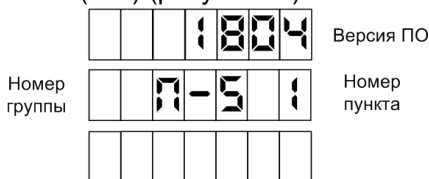

Рисунок 21
Пункт 1 (версия ПО) – после входа в пункт на табло в верхней строке отобразится версия ПО миникомпьютера – значение параметра "Протокол и версия ПО" (357) (рисунок 21).